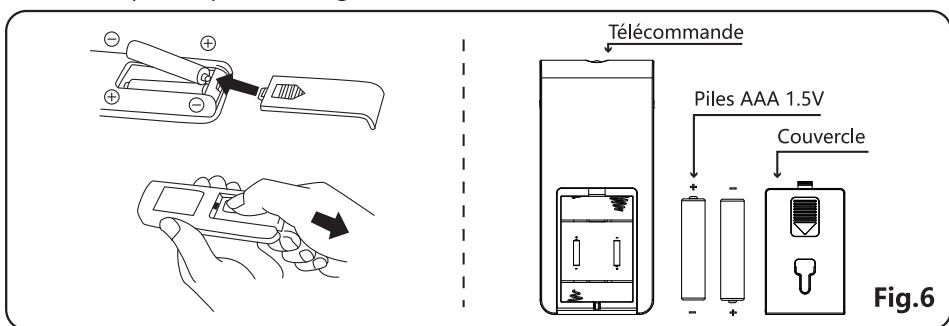

Fig.6
(1) Faites glisser le couvercle du compartiment à piles vers l' arrière.
(2) Insérez les piles et assurez-vous qu' elles sont placées comme indiqué à la Fig. 6.
(3) Replacez le couvercle de la batterie.